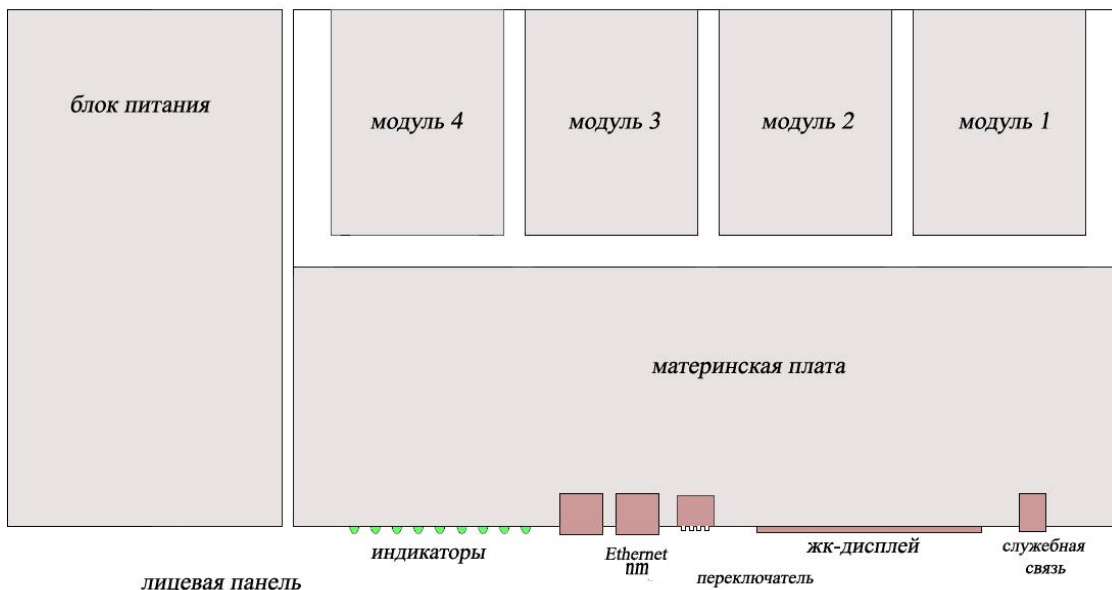

Рисунок 1. Вид материнской платы сверху
2.1. Материнская плата с корпусом мультиплексора в металлическом корпусе 1U размерами 440x230x44 мм (без учёта крепежа к стойке). Вид сверху на материнскую плату рис.1.